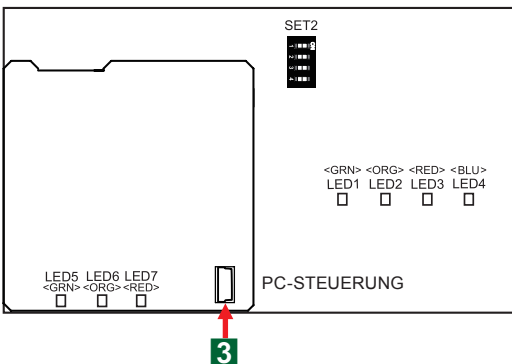

Abb. 2 Layout der Platine (PCB)
- 3** Schließen Sie den Mini-USB (Typ B) an den Mini-USB-Stecker auf der Platine (PCB) im Gehäuse an. (Abb. 2)